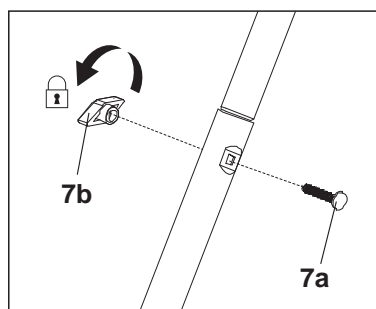

Fig. 2
2. Insérez le boulon [7a] dans les trous et serrez le bouton [7b] pour fixer le raccordement (Fig. 2). Pour un montage facile, nous vous recommandons d'utiliser un outil d'assistance (par ex. un tournevis) dans les trous pour libérer le trajet de la vis.